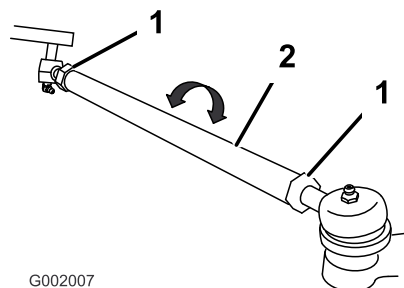

図 59
5. 前後の測定値の差が所定範囲にない場合、タイロッド両端のジャムナットを外して調整を行う (図 59)。